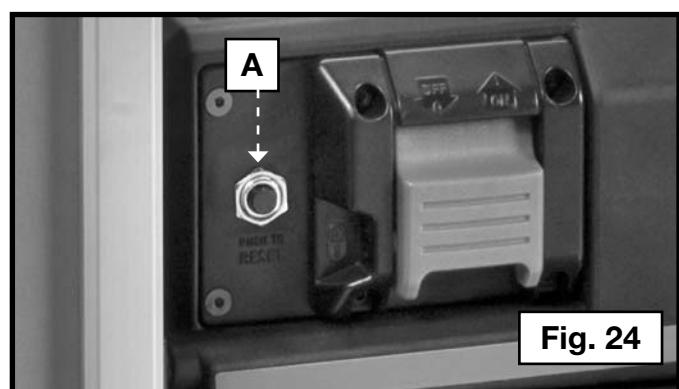

Fig. 24
La raboteuse est munie d'un disjoncteur de 18 A. Si la raboteuse devient surchargée et cesse de fonctionner, arrêter l'appareil et le laisser au repos durant 2 minutes puis appuyer sur le bouton de réinitialisation (A), fig. 24, avant de poursuivre le travail.